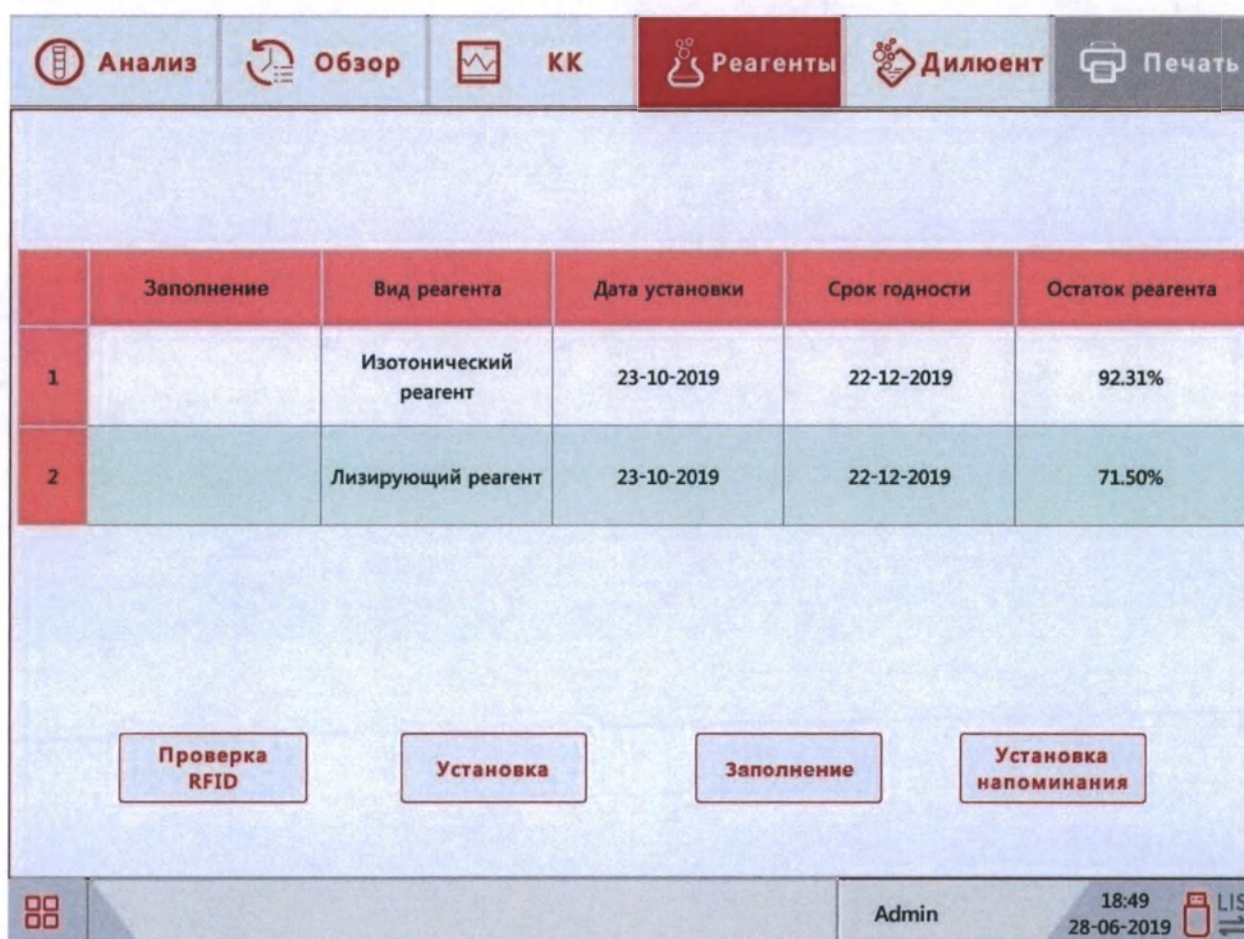

Рис.9.3-26 Экран установки реагентов
Выберите в системном меню анализатора (кнопка в левом нижнем углу экрана) пункт «Установка → Реагенты», либо нажмите на кнопку «Реагенты» главного меню в верхней строке экрана для входа в соответствующий раздел ПО анализатора (Рис.9.3-26):
Вы можете заполнить гидросистему анализатора изотоническим или лизирующим реагентами нажатием кнопки «Заполнение» как по отдельности, так и сразу обоими при возникновении такой необходимости, предварительно установив одну либо обе галочки в соответствующих ячейках столбца «Заполнение» на экране установки реагентов (Рис.9.3-26). Жёсткие наконечники заборных шлангов реагентов при этом должны быть опущены в соответствующие новые контейнеры с реагентами до дна.
- 1) На экране установки реагентов (Рис.9.3-26) касанием или мышкой выделите строку с названием того реагента, который необходимо заменить, и нажмите кнопку «Установка» (при первичной установке реагенты вводятся по очереди один за другим в произвольном порядке). Появится следующее окно ввода RFID метки нового реагента (Рис.9.3-27):
- 4) По завершении процедуры заполнения реагентом окно с полосой прогресса и окно “Информация о реагенте” закроются, и на экране “Реагенты” (Рис.9.3-26) в правом столбце “Остаток реагента” будет отображаться значение остатка, близкое к “100.00%” (чуть меньше за счёт незначительного расхода реагента во время его прокачки для вытеснения воздуха из всех магистралей).
В случае визуального обнаружения воздушных промежутков вперемишку с жидкостью в заборных трубках реагентов необходимо понять причину попадания туда воздуха, по возможности устранить её, а затем выполнить прокачку магистрали забора данного реагента, выбрав галочкой соответствующий реагент на экране установки реагентов (Рис.9.3-26) и нажав кнопку «Заполнение». Если воздух в заборных трубках оператором не был замечен вовремя, то при попадании внутрь прибора будет выдано сообщение об ошибке, а если это произойдёт во время измерения пробы, то результаты данного анализа будут аннулированы, и его придётся выполнять заново после заполнения системы реагентом. Подробнее о необходимых действиях оператора при возникновении различного рода ошибок написано в Разделе 12 «Устранение неисправностей» данного Руководства по эксплуатации.
Пользователь, имеющий статус «Администратор», может активировать/снять и выполнить настройку напоминаний ПО анализатора об ограниченном остатке реагентов. Данные установки задаются в окне «Установка напоминания», открыть которое можно нажатием одноимённой кнопки на экране установки реагентов (Рис.9.3-26). При нажатии на кнопку откроется окно (Рис.9.3-33), в котором можно задать минимальный объём каждого реагента, начиная с которого программа анализатора начнёт периодически предупреждать оператора о необходимости подготовить новый контейнер с реагентом для его скорой замены. Сохранение внесённых в установки изменений происходит при нажатии кнопки «ОК», при нажатии «Отмена» окно просто закрывается без сохранения изменений в установках.